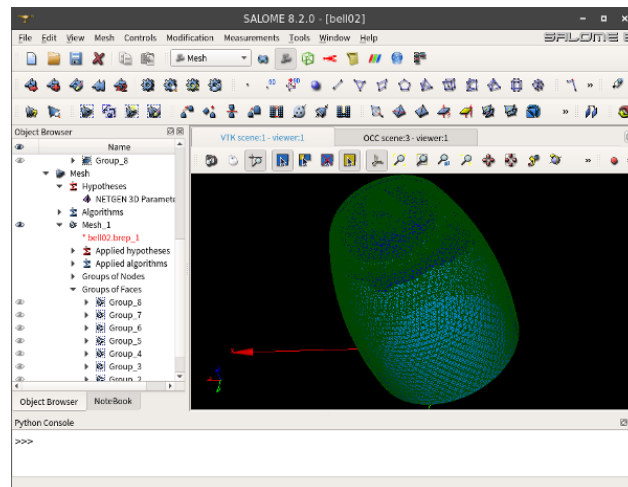

Figure 11: 11
- 매쉬가 성공적으로 생성된 후, Figure 11와 같이 상태를 확인해 보자.